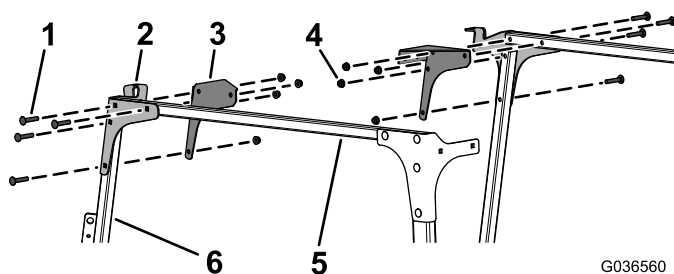

Bild 9
8. Befestigen Sie die linke und rechte Platte vorne und die Eckenverstärkungen lose mit acht Schlossschrauben (5/16" x 1-3/4") und acht Bundmuttern (5/16") an den Querverbindungsrohren und den linken und rechten Windschutzscheibenstützen, wie in Bild 9 abgebildet.